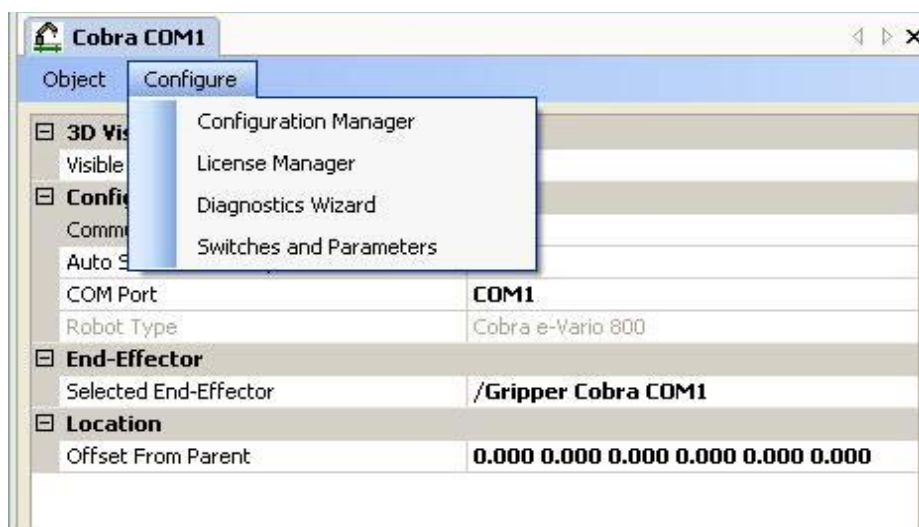

Figure 13 : sélectionner le Wizard
2. Dans l'éditeur Objet, sélectionnez **Configurer > Configuration Manager** (voir la figure 13). L'écran suivant s'ouvre :